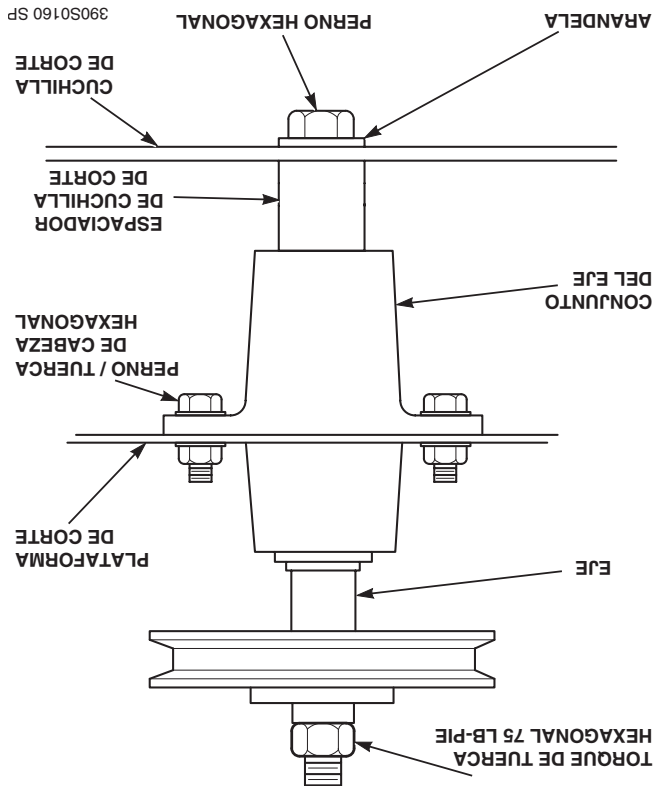

Figura 7-10 Reemplazo de la cuchilla
6. Instale la tuerca hexagonal en el perno de la cuchilla en la parte superior del eje de corte. Evite el giro de las cuchillas con un apriete de 75 lbs-pie. (Vea la Figura 7-10)